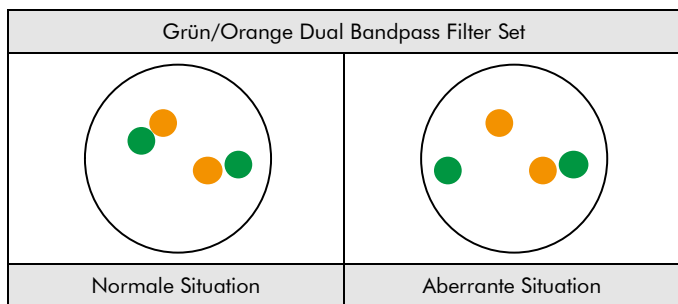

Abb. 2: Zu erwartende Ergebnisse in normalen und aberranten Zellkernen
**Normale Situation:** In Interphasen von normalen Zellen oder Zellen ohne eine Translokation der YWHA-E-Genregion erscheinen zwei grün/orange Fusionssignale (siehe Abb. 2).
**Aberrante Situation:** Eine von einer Translokation betroffene YWHA-E-Genregion wird durch ein separates grünes Signal und ein separates oranges Signal gekennzeichnet (siehe Abb. 2).